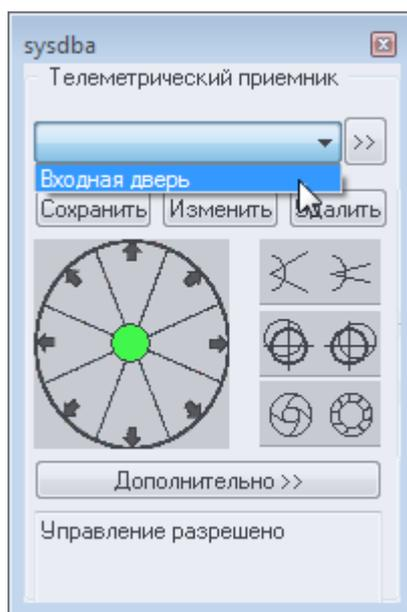

Рисунок 14 — Выбор препозиции
2. Выберите команду **Управление камерой** (рисунок 14).